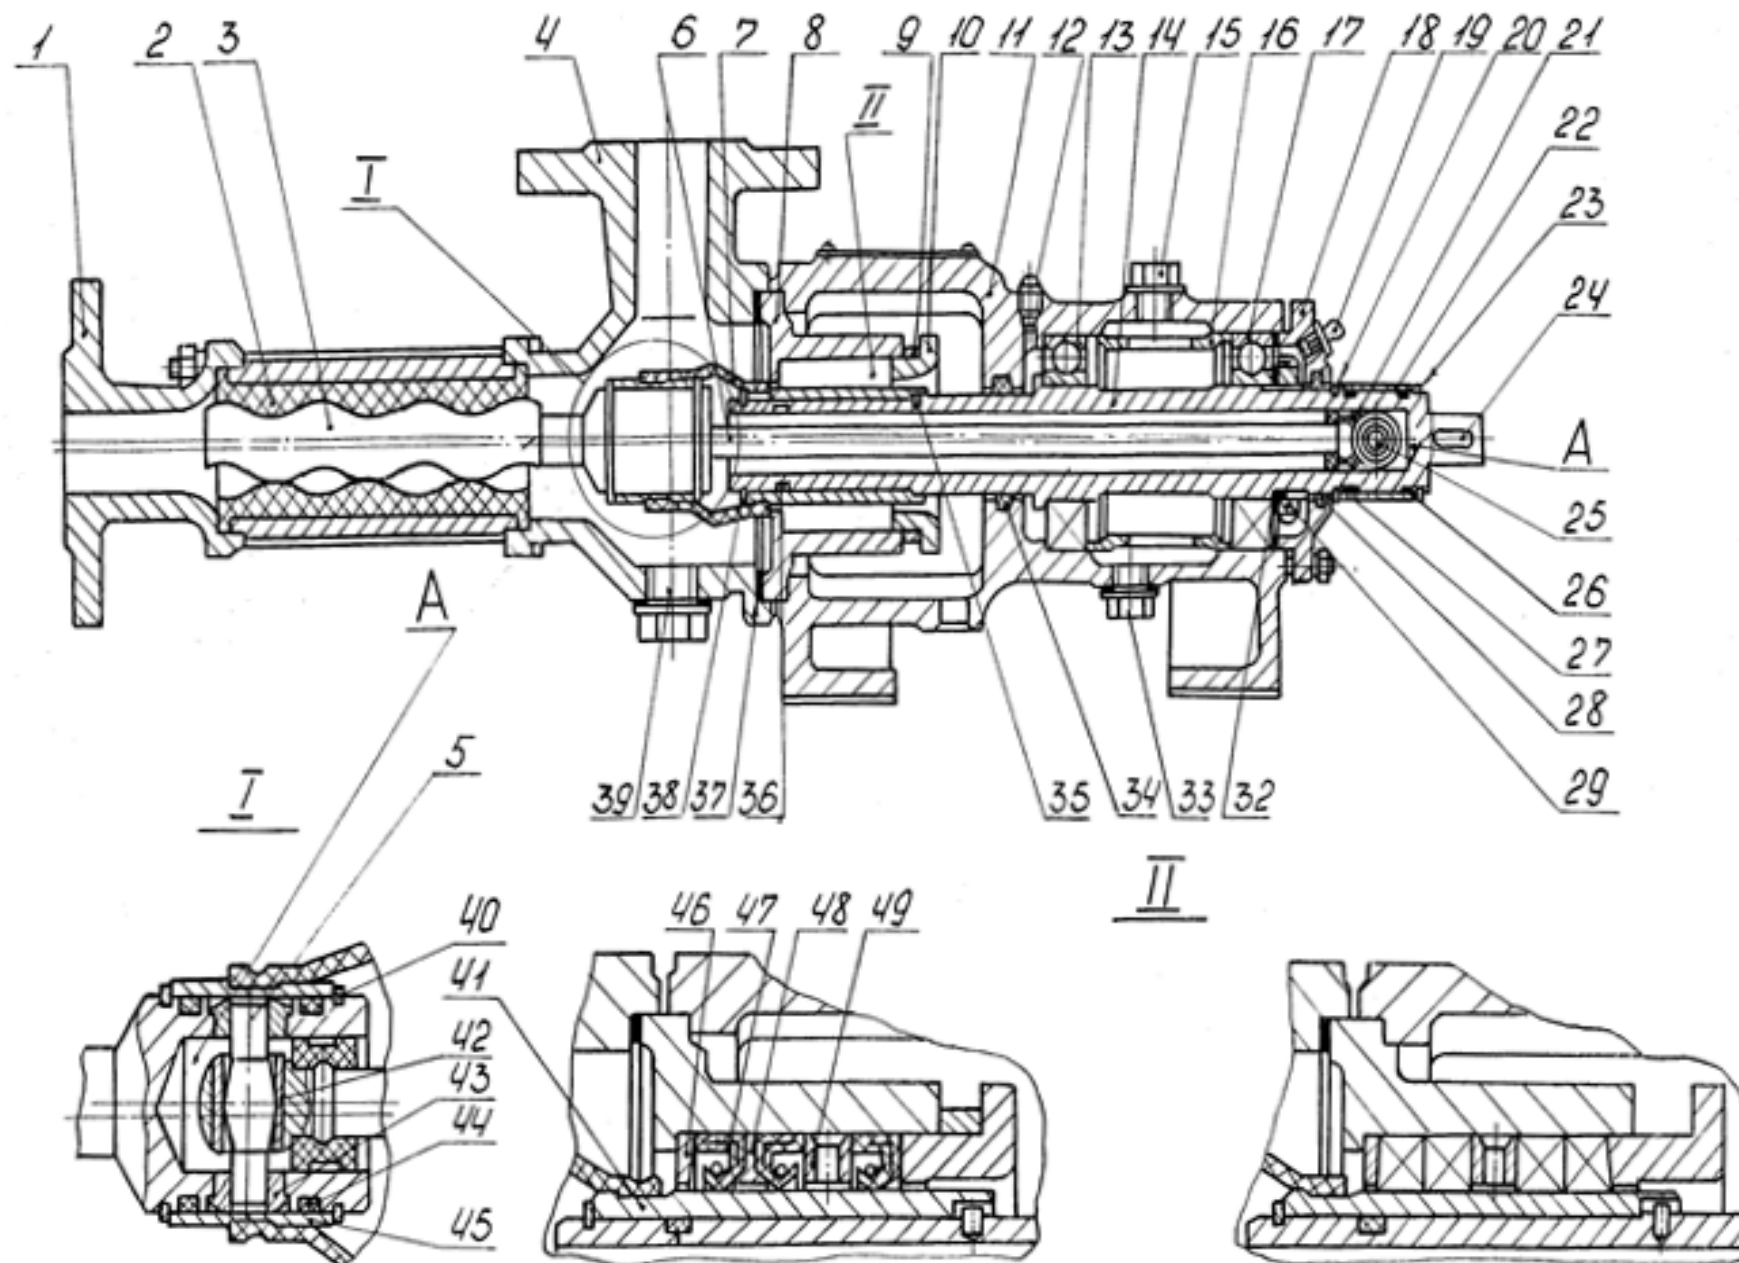

Рис.5 АН1В 1,6/5 Б
8.5.1 Полная разборка насоса (см. рис. 5).
3) Перед сборкой карданных шарниров (см. рис. 5, 7) заполнить полости А смазкой согласно табл. 2.
4) При сборке уплотнения (см. рис. 5) все полости заполнить смазкой согласно табл.2.
5) После сборки насоса подшипники заполнить смазкой согласно табл. 2 через все масленки 12, 19 (см. рис. 5) или через пробку 15 (см. рис. 7).
2) большая выработка поверхности под манжетой или износ защитной втулки под набивкой;	2) заменить втулку защитную 41 (см. рис.5, 7) с помощью приспособления;